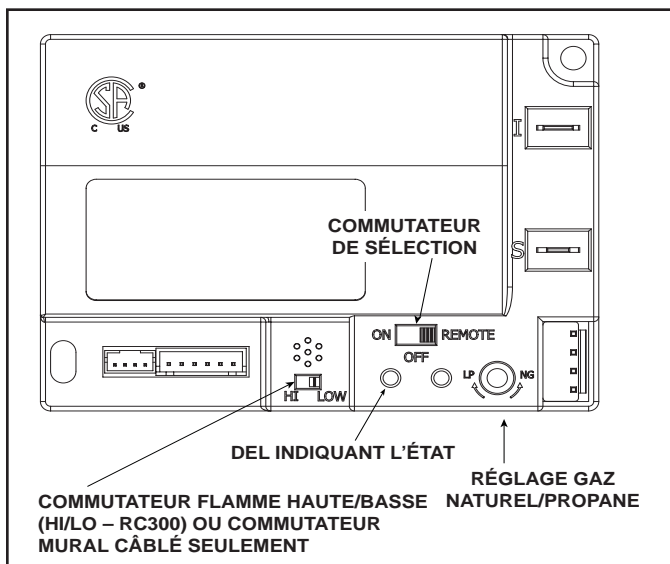

Figure 2.3 Module de commande
1. Le module de commande est équipé d'un sélecteur EN/HORS/À DISTANCE (ON/OFF/REMOTE) qui doit être réglé. Voir la figure 2.3.
- Localisez le commutateur-sélecteur du module. (Voire figure 2.3).
- Attendez cinq (5) minutes pour permettre au gaz éventuellement présent de se dissiper.
- Commutez le commutateur-sélecteur du module sur la position En (ON) ou Éloigné (REMOTE).